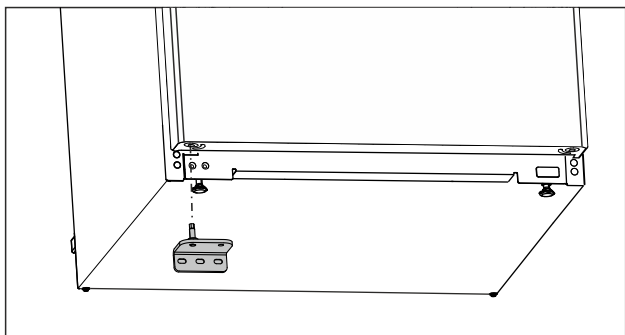

Fig. 25
- ▶ Spodnji ležajni podstavek vstavite na nasprotni strani. (glejte Fig. 25)